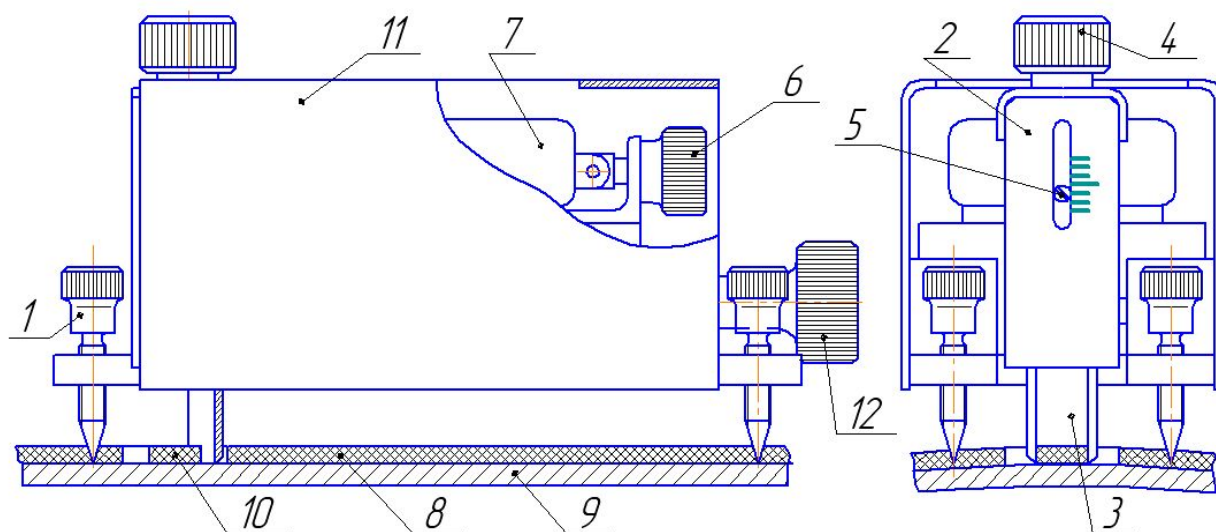

Рис.8
- 1). В основание адгезиметра ввинчивают все четыре шипа 1 (рис.8).
- 2). Устанавливают в корпусе 2 скребок 3, соответствующий форме вырезанного образца битумного покрытия: скребок с прямолинейной кромкой – для квадратного образца; скребок с полукруглой кромкой (показан на рис.8) – для круглого образца.